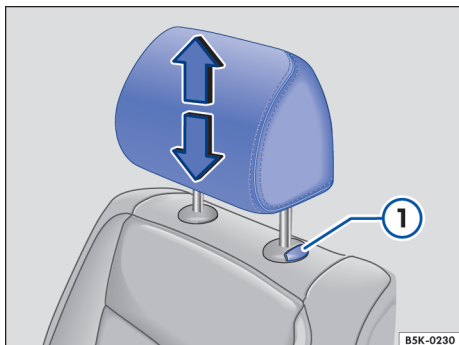
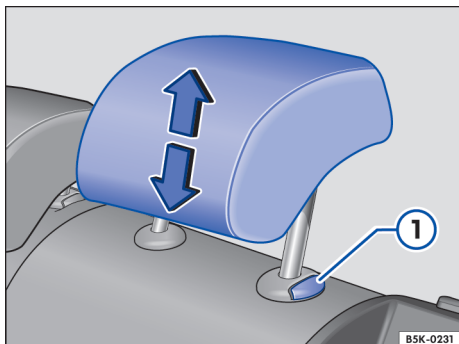

图 60 调整前排座椅头枕
图 61 调整后座座椅头枕
- 沿箭头方向上推或向下压头枕，必要时按住按钮 → 图 60 ① 或 → 图 61 ① → ▲，在主题引言中，见第 60 页。